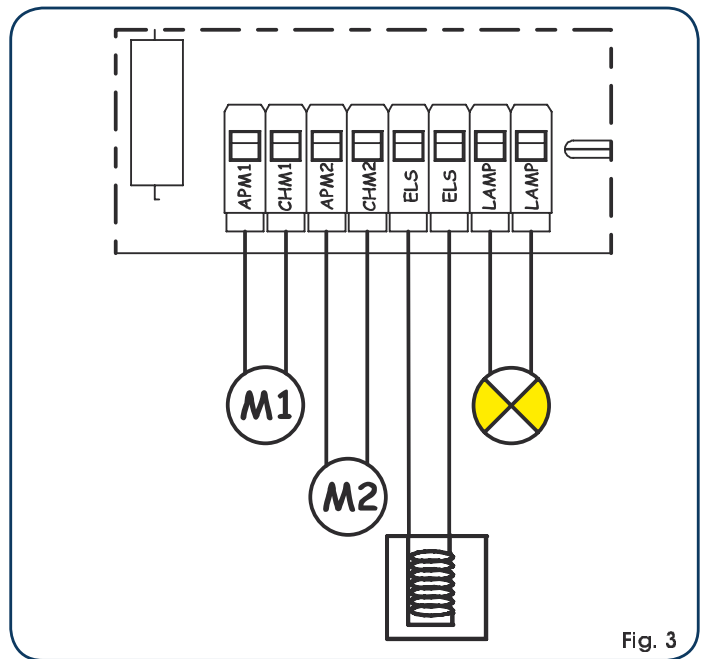

Fig. 3
5.2. KLEMMENBORD CN2 (Fig. 3)	pag.53